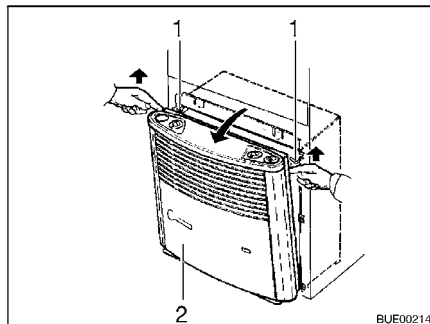

Fig. 117 Rimozione della copertura del riscaldamento
- Rimuovere la copertura del riscaldamento (Fig. 117,2). Tirare verso l'alto, in avanti la copertura, spingere verso l'alto le molle di sostegno (Fig. 117,1) e ribaltare la copertura in avanti.